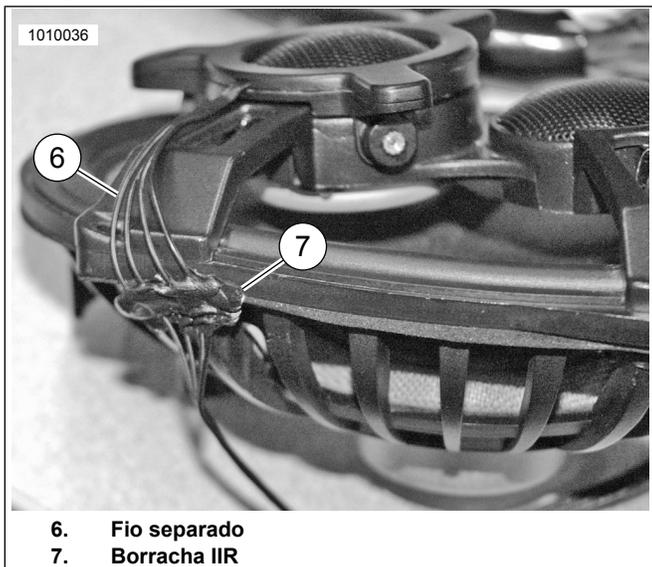
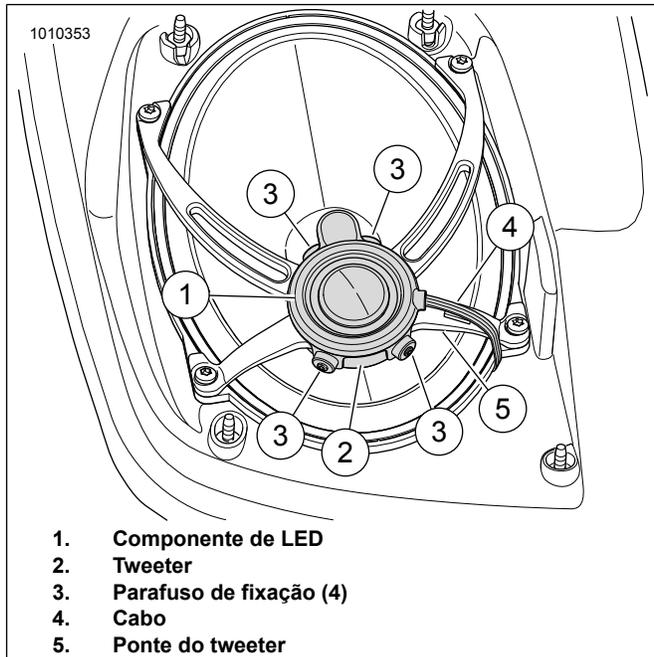
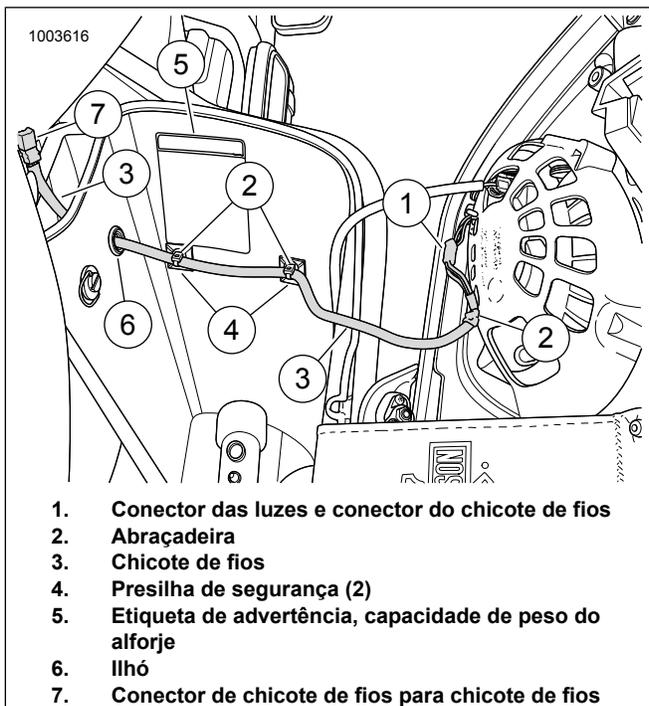

Figura 22. Borracha IIR
Figura 23. Instalação do alto-falante
Figura 24. Orientação dos fios do alforje
14. Passe o cabo (4) pela perna da ponte do tweeter (5). Usando a fita adesiva fornecida no kit, corte no comprimento e fixe o cabo na parte de trás da ponte do tweeter. Localize uma área próxima do componente de LED onde os fios estejam separados individualmente. Veja a figura 22. Verifique se a área de fios separados (6) está localizada na gaxeta dos alto-falantes. Coloque uma pequena quantidade (do tamanho de uma ervilha) de fita de borracha IIR (7) sobre os fios separados na área da gaxeta. Veja a figura 24. Fixe o cabo na parte de trás do alto-falante com a abraçadeira (2).
15. Veja a figura 24. Deslize o ilhó (6) cerca de 11 cm (4-1/2 pol.) da extremidade do chicote de fios (3). Isso deixará aproximadamente 11 cm (4-1/2 pol.) para fora do alforje assim que o ilhó for instalado.
16. Instale o chicote de fios (3) com ilhó (6). Deslize o conector do componente de LED de fora para dentro do alforje. A extremidade cônica do ilhó fica voltada para o alforje. Pressione o ilhó (6) dentro do furo começando por uma extremidade cônica do ilhó dentro do furo. Quando corretamente instalada, a parte externa do ilhó deve ficar encostada na parte externa do alforje. Pressione o perímetro do ilhó para que ele fique no lugar.
17. Veja a figura 23. Posicione o tweeter (2) voltado para a frente do alforje, como mostrado. Verifique se a borracha IIR está entre a área do fio separado e o alojamento do alforje. Isso deve encapar os fios e vedar o cone do alto-falante no alojamento do alforje, evitando a entrada de água. Conecte o alto-falante no chicote de fios e fixe o alto-falante com os parafusos removidos anteriormente. Aperte alternadamente os parafusos com torque de:
18. Veja a figura 24. Junte os conectores (1) do componente de LED no chicote de fios. Fixe o chicote de fios no alto-falante próximo da conexão com as abraçadeiras (2)